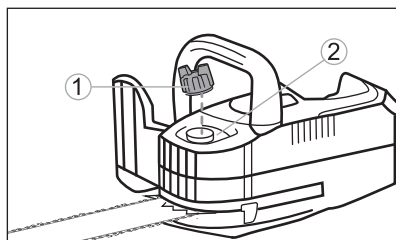

Рис. 76
- открутите крышку масляного бака 1 (рис. 76) и при необходимости слейте остаток масла, находящегося в баке, если срок его годности истек;